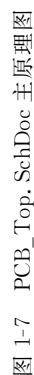
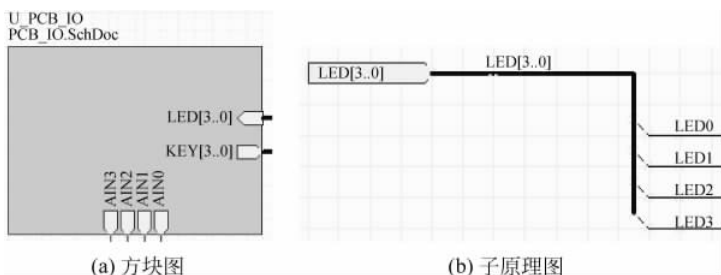

图 1-7 PCB_Top.SchDoc 主原理图
图 1-8 总线与端口 LED[3..0]的对应关系
② 单击主原理图文件名 PCB_Top. SchDoc, 打开编辑器窗口, 如图 1-7 所示。
③ 在此使用了几种不同的连接方式。
a. 总线连接。适用于子原理图中使用总线连接的端口,如左上角的右侧第一个端口为“LED[3..0]”,如图 1-8(a)所示,对应的子原理图如图 1-8(b)所示。
b. 图 1-8(a)下面的 AIN3~AIN0 没有采用总线连接,因此只要用导线连接即可,如图 1-9 所示。